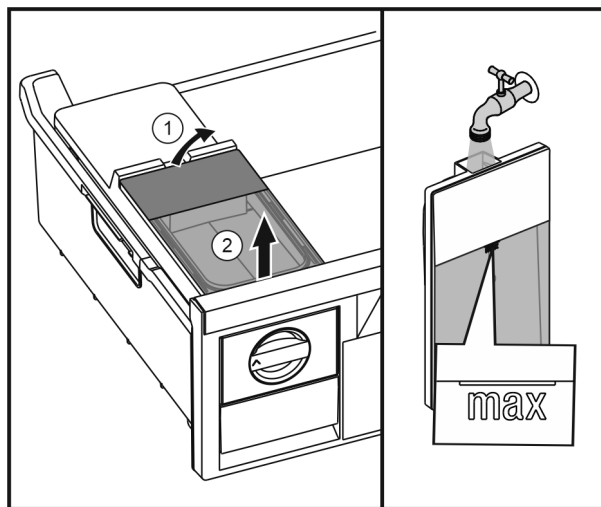

Fig. 31
- Sollevare il serbatoio dell'acqua da dietro Fig. 31 (1) e rimuoverlo sollevandolo Fig. 31 (2).